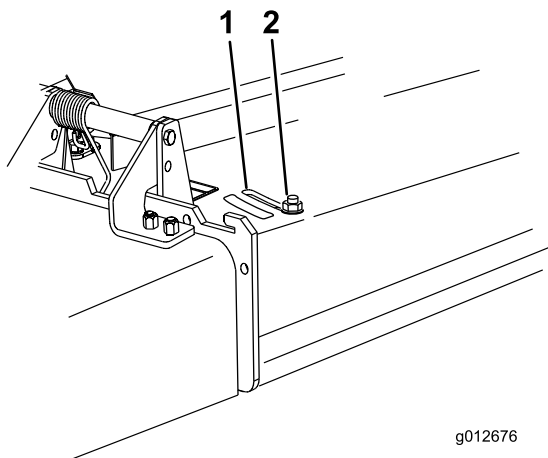

図 29
3. バツフルを調整する場合には、ナットをゆるめる 図 29。